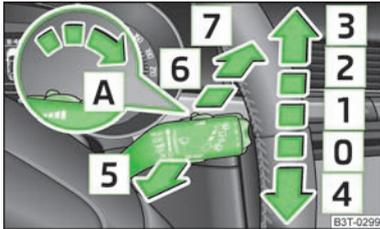

Fig. 49
- Se estiver ligado o funcionamento lento [2] » Fig. 49 ou rápido [3], e a velocidade do veículo for inferior a 4 km/h, o sistema comuta automaticamente para um nível inferior. Quando a velocidade ultrapassar os 8 km/h, o funcionamento anterior volta a activar-se.
- Se pretender limpar o pára-brisas apenas **ligeiramente**, pressione a alavanca para a posição suspensa [4] » Fig. 49. Ao manter a alavanca na posição inferior durante mais de 1 segundo, o limpa-vidros trabalha mais rapidamente.
Se a alavanca de limpa-vidros se encontrar na posição [\[2\]](#) » Fig. 49 ou [\[3\]](#), o vidro traseiro é limpo, em intervalos de 30 ou 10 segundos, se a velocidade for superior a 5 km/h.
- Carregue cinco vezes consecutivas, no espaço de 5 segundos, na alavanca de accionamento na posição [\[6\]](#) » Fig. 49.
A limpeza dos faróis é efectuada após o primeiro e a cada quinto accionamento do lava-vidros dianteiro, se os médios ou os máximos estiverem ligados e a alavanca de limpa-vidros for mantida, durante aprox. 1 segundo, na posição [\[5\]](#) » Fig. 49.
- > Dentro de 10 segundos, coloque a alavanca de limpa-vidros na posição **4** » Fig. 49 - os braços do limpa-vidros deslocam-se para a posição de manutenção.